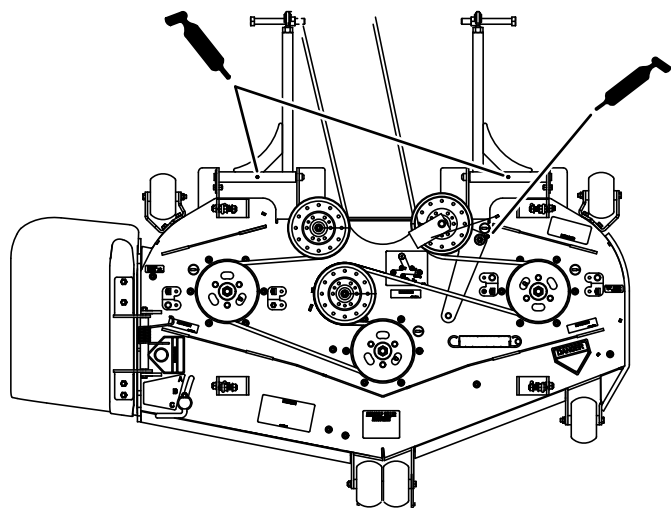

Figura 54
6. Engrase el brazo tensor de la carcasa del cortacésped (Figura 54).
7. Lubrique los puntos de engrase de los brazos de empuje (Figura 54o Figura 55).